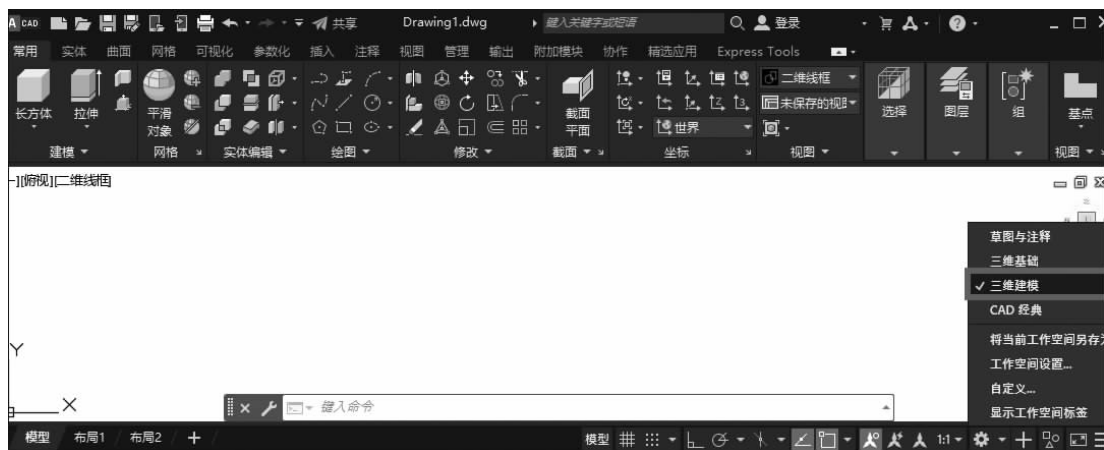

图 1-10 三维建模空间
(3)三维建模空间:用于建立物体的表面和形状,并进行纹理、材质和光照等效果的设置,如图 1-10 所示。